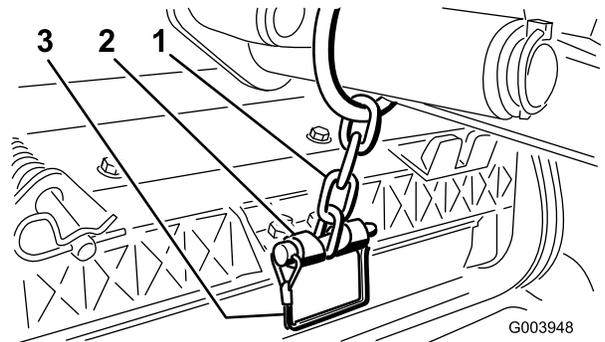

図 12
12. スナップピンで、昇降アームのチェーンをチェーンブラケットに固定する 図 12。カッティングユニットのオペレーターズマニュアルに従って、決められたリンクを使用すること。